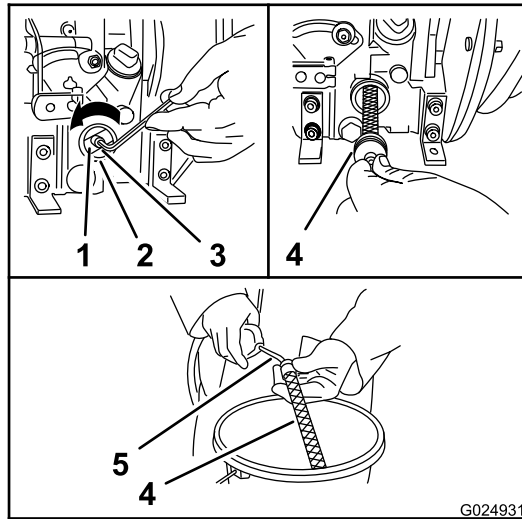

Figure 22
2. Desserrez le boulon à tête hexagonale creuse d'environ 5 tours dans le sens antihoraire (Figure 22).
3. Retirez le filtre à huile de son boîtier (Figure 22).
4. Soufflez de l'air comprimé de l'intérieur vers l'extérieur du filtre à huile (Figure 22).
6. Insérez le filtre à huile dans son boîtier (Figure 22).
7. Avant de serrer la vis, assurez-vous que le ressort de tension est bien appuyé contre le filtre à huile des deux côtés (Figure 22).
8. Serrez le boulon à tête hexagonale creuse (Figure 22).